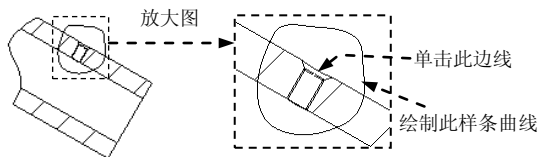

图 8.1.25 选取参照
Step2. 在系统 **在一现有视图上选取要查看细节的中心点。** 的提示下，在图 8.1.25 所示的边线上选取一点，此时在选取的点附近出现一个红色的十字线。
Step3. 绘制放大视图的轮廓线。在系统 **草绘样条，不相交其它样条，来定义一轮廓线。** 的提示下，绘制图 8.1.25 所示的样条曲线以定义放大视图的轮廓，当绘制到封合时，单击鼠标中键结束绘制（在绘制边界线前，不要选取样条曲线的绘制命令，而是直接单击进行绘制）。